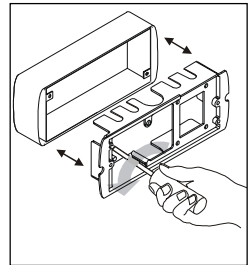

Fig. 2c:
- 2 Staccare il telaio dalla cassetta a parete togliendo le due viti (vedere fig. 2c).